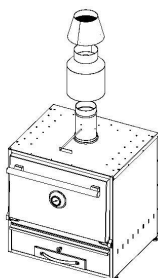

Рис. 3
- установить трубу с пламегасителем и грибком (см. рис.3).